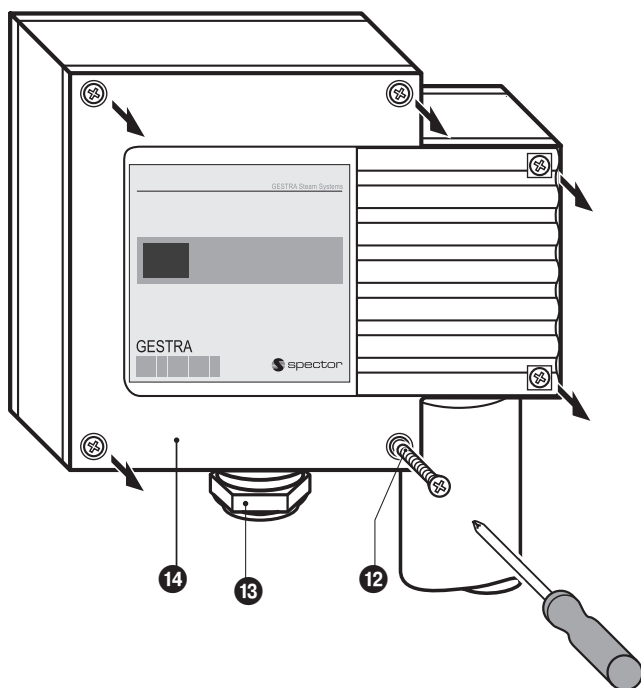

Fig. 13
1. Løsn skruerne ⑫ og tag husets dæksel ⑭ af. **Fig. 13.** På dette dæksel viser pilen mod mærkepladen.
1. Løsn skruerne 12 og tag husets dæksel 14 af. **Fig. 13, 14**